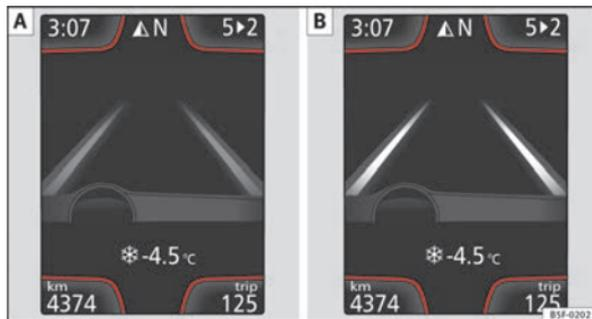

Abb. 141 Im Display des Kombiinstrumentes: Displayanzeige des Spurhalteassistenten (Beispiel 1).
- System aktiv, aber nicht verfügbar, da die Mindestgeschwindigkeit nicht erreicht ist oder das System die Begrenzungslinien der Fahrspur nicht erkennt ⇒ Abb. 141 [A].
- System aktiv und verfügbar, beide Begrenzungslinien erkannt. In diesem Augenblick wird die Fahrtrichtung nicht korrigiert ⇒ Abb. 141 [B].